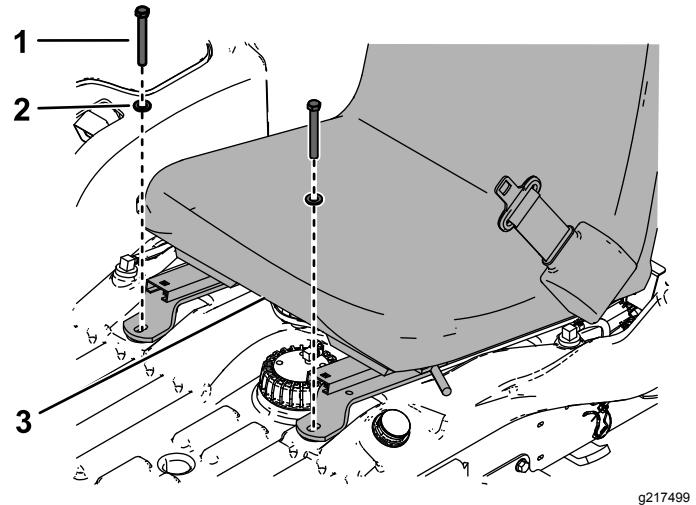

Figure 3
3. Serre-câble (3)
4. Boulon ($\frac{1}{4} \times \frac{1}{2}$ po) (2)
- Retirez et conservez les 2 boulons et rondelles avant du siège, débranchez le faisceau de câbles et déposez le siège (Figure 3).